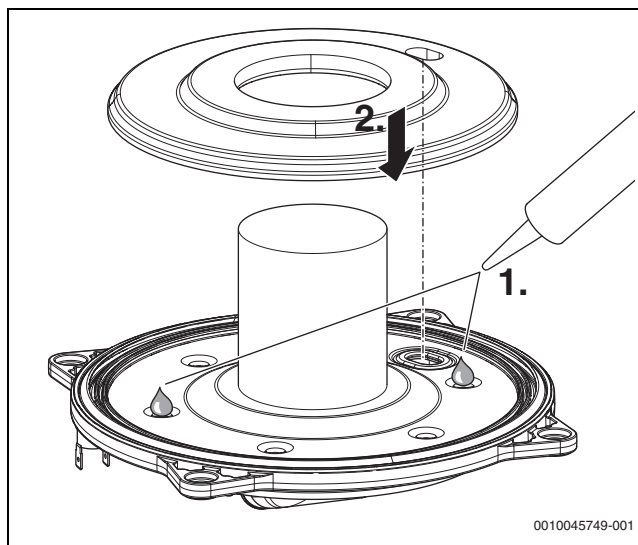

Fig. 82 Appliquez de la colle en silicone et posez un nouvel isolant
- Appliquez de la colle en silicone résistante à la température (produit d'étanchéité résistant aux hautes températures (> 250 °C)) sur les deux cavités, comme indiqué sur la → figure 82.